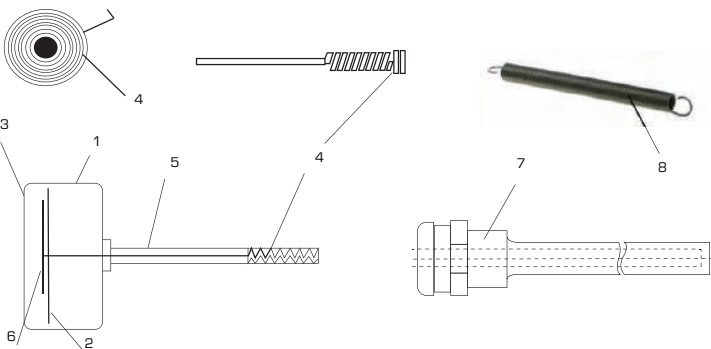

Рис. 3. Устройство показывающего стрелочного термометра
Устройство стрелочного термометра показано на рис. 3. Он состоит из корпуса (1) со шкалой (2), закрытой стеклом (3), термочувствительной биметаллической пружины (4), штока (5) (для погружного термометра), стрелки (6). Погружной термометр комплектуется резьбовой защитной гильзой (7), а накладной – прижимной пружиной (8).
Погружной термометр вставляется в специальную резьбовую гильзу, которая вкручивается в бобышку, предусмотренную на трубопроводе или оборудовании в месте, удобном для наблюдения за показаниями термометра (рис. 3). При этом с целью исключения искажений в показаниях термометра рекомендуется его погружной шток смазать специальной пастой для обеспечения контакта между штоком и защитной гильзой.
Термометр закрепляется на трубопроводе с помощью входящей в его комплект специальной прижимной пружины (рис. 3). Для этого следует: